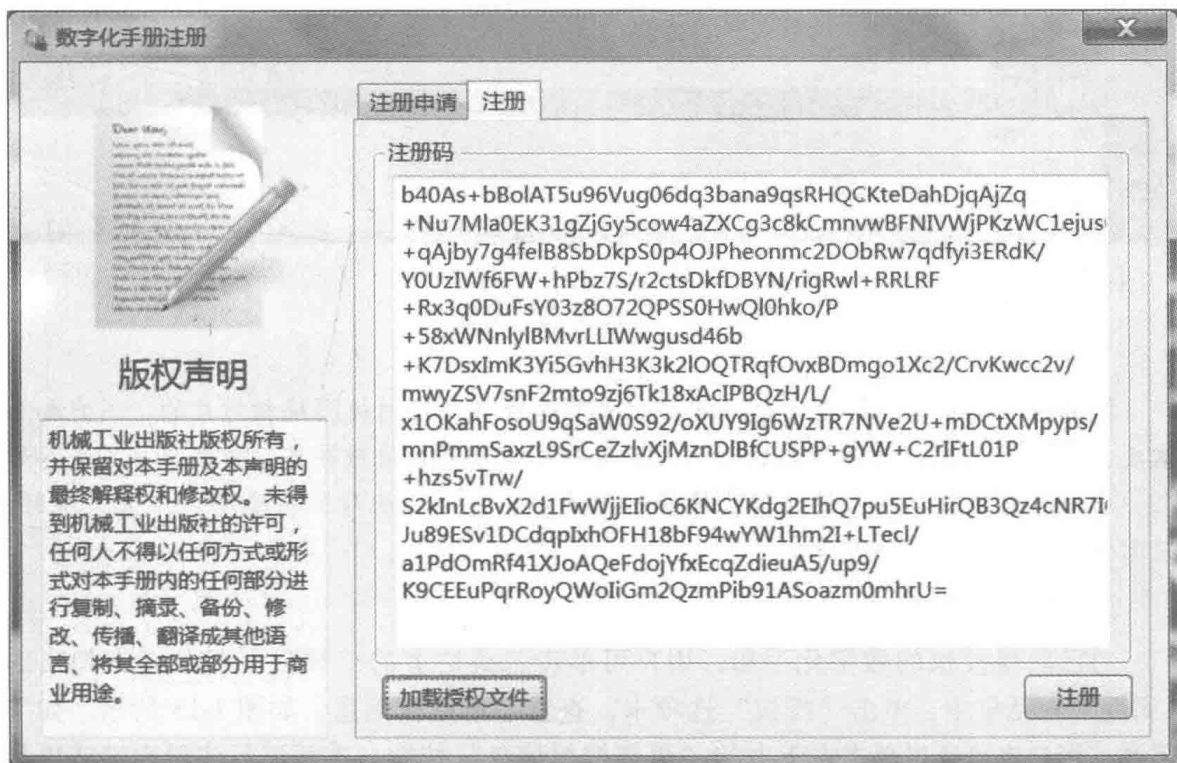

图 1-13 “数字化手册注册”对话框的“注册”选项卡
1) 当用户收到客服人员发送的手册授权文件（文件扩展名为.lic）后，运行数字化手册，在系统自动弹出的“数字化手册注册”对话框（见图 1-11）（如果该窗口被关闭，用户可单击工具栏上的“属性”按钮弹出“属性”对话框，单击“授权”选项卡，根据系统提示单击“立即注册”按钮重新打开“数字化手册注册”对话框）中，单击“注册”选项卡，然后单击“加载授权文件”按钮，加载授权文件（见图 1-13），最后单击右下方的“注册”按钮，完成数字化手册的注册。